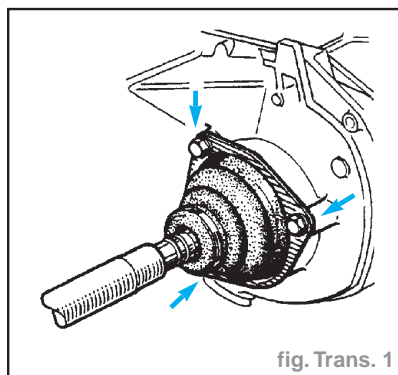

fig. Trans. 1
- Déposer les trois vis (fig. Trans. 1).